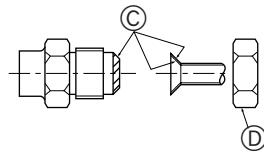

Fig. 4-1
4.2. Σωλήνες σύνδεσης (Fig. 4-1)
(A) (Fig. 4-1)
(B) (Fig. 4-1)